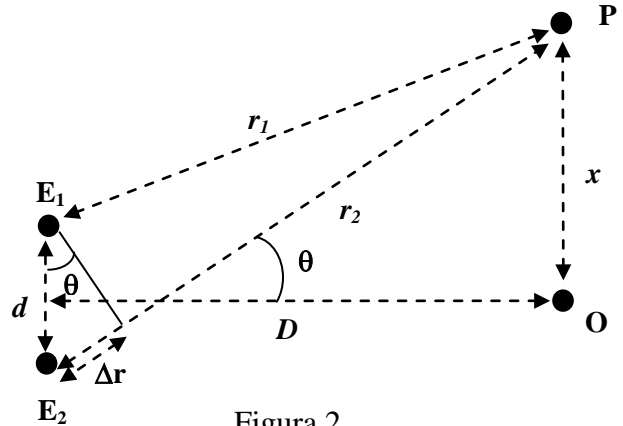

Figura 2
Si com es mostra a la figura 2, els dos emissors estan separats una distància  $d$  i el punt P dista  $r_1$  del primer emissor i  $r_2$  del segon, les funcions d'ona són:
Si O és el punt de la vertical del punt P, que anomenarem eix  $x$ , que dista menys dels dos emissors, d'acord amb la figura 2, les distàncies del punt O als emissors i a P són respectivament  $D$  i  $x$ . Per tant, les distàncies  $r_1$  i  $r_2$  es poden expressar en termes de  $d$ ,  $D$  i  $x$ . Com en el cas anterior, la intensitat total al punt P depèn de la diferència de fase  $\Delta\phi$ , que ara és deguda a la diferència de **camins**  $\Delta r = r_2 - r_1$  recorreguts per les dues ones. Per tant,  $\Delta\phi$  és:
En un experiment d'interferència amb dos emissors d'ultrasons, situats com s'indica a la figura 2, que emeten un senyal coherent de 40 kHz i que estan separats una distància  $d = 6$  cm, s'observa que el màxim d'ordre 0 està situat a una distància  $D = 40$  cm dels dos emissors. Si els dos màxims d'ordre 1 estan distribuïts simètricament, i a unes distàncies  $x_1 = 5.6$  cm i  $x_2 = 5.5$  cm del màxim central, determineu la longitud d'ona i la velocitat dels ultrasons utilitzant les fórmules (4) i (1). Per calcular la distància  $\Delta x$  entre el màxim central i els secundaris d'ordre 1 feu la mitjana dels valors  $x_1$  i  $x_2$ .